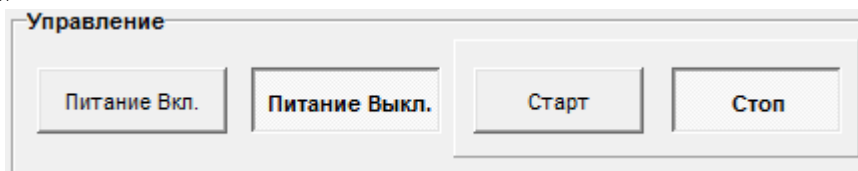

Рисунок 6
7.6.1 Область управления (см. рисунок 6) предназначена для управления процессом испытаний: пуска, остановки, а также включения и выключения подачи напряжения на выходные клеммы генератора. Управление осуществляется с помощью следующих кнопок: